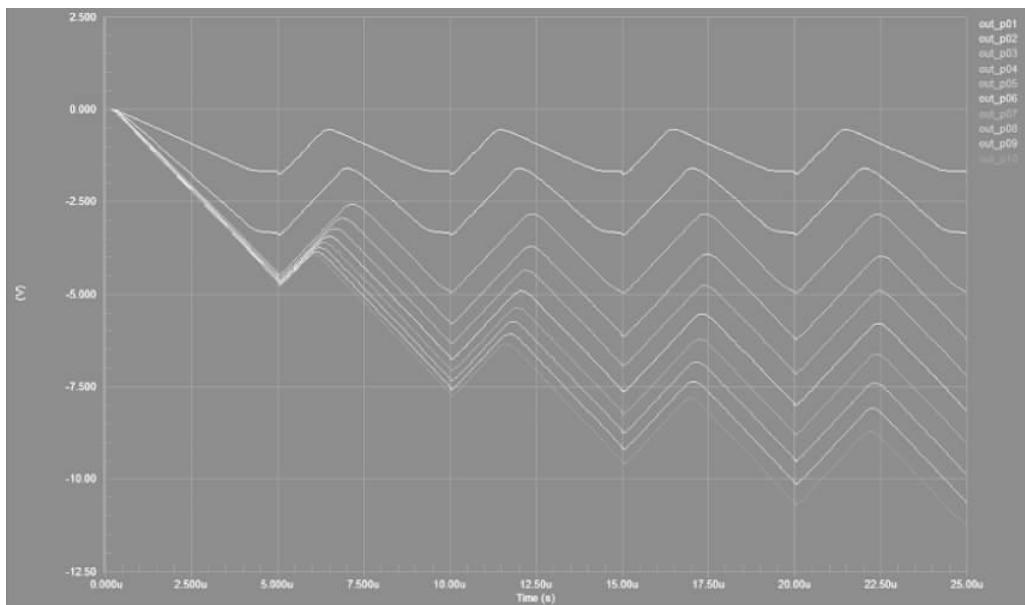

图 3-48 添加所有输出波形后的界面
(5) 添加完成后,如图 3-48 所示,可以看出输出的变化情况。